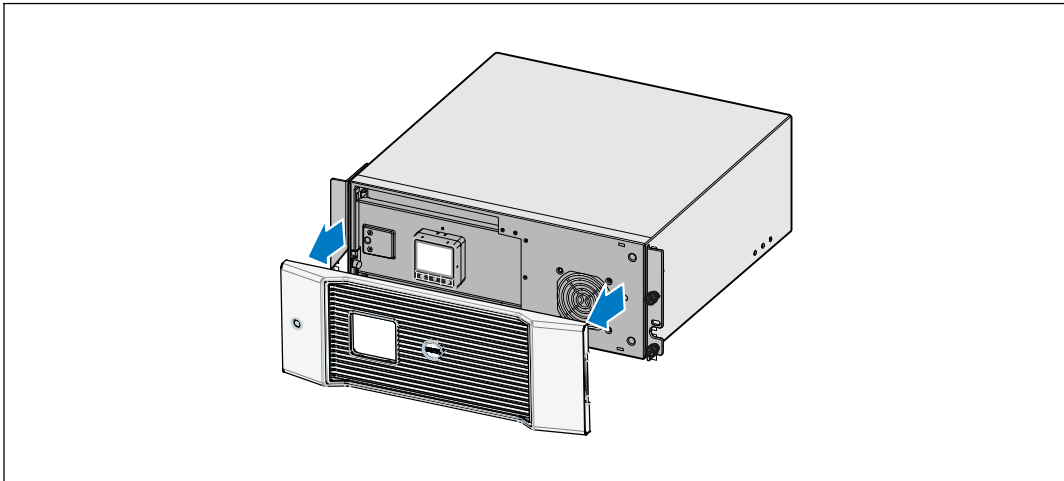

Abbildung 27. Abnehmen der vorderen Abdeckung der USV
- 3** Frontblende der USV entfernen (siehe Abbildung 27).